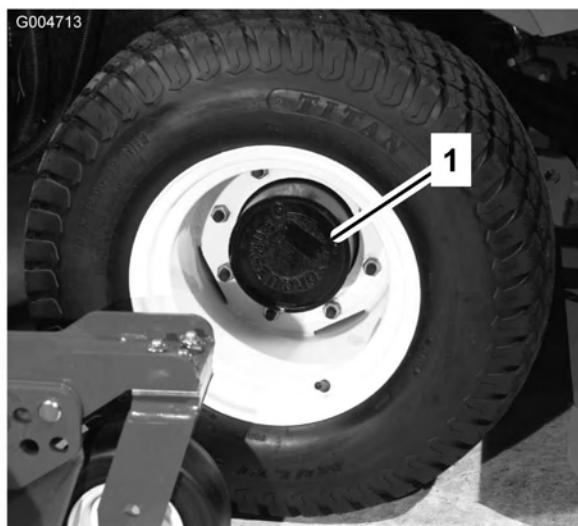

Figura 57
1. Con la macchina parcheggiata su una superficie pianeggiante, posizionate la ruota in modo che il tappo di controllo/riempimento (Figura 57) si trovi nella posizione inferiore.